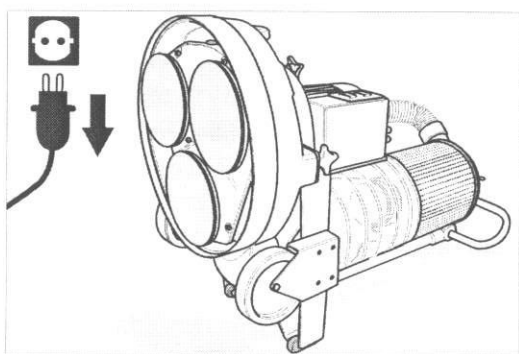

Fig. 6 Basculez la machine vers l'arrière afin de pouvoir accéder aux disques.
- 4 Rabattez la machine vers l'arrière avec précaution en la tenant par l'étrier de maintien jusqu'à ce que la machine soit posée avec fiabilité sur le tube de guidage et sur les deux protège-chute (fig. 6). **Veillez à ce que la machine soit stable!**